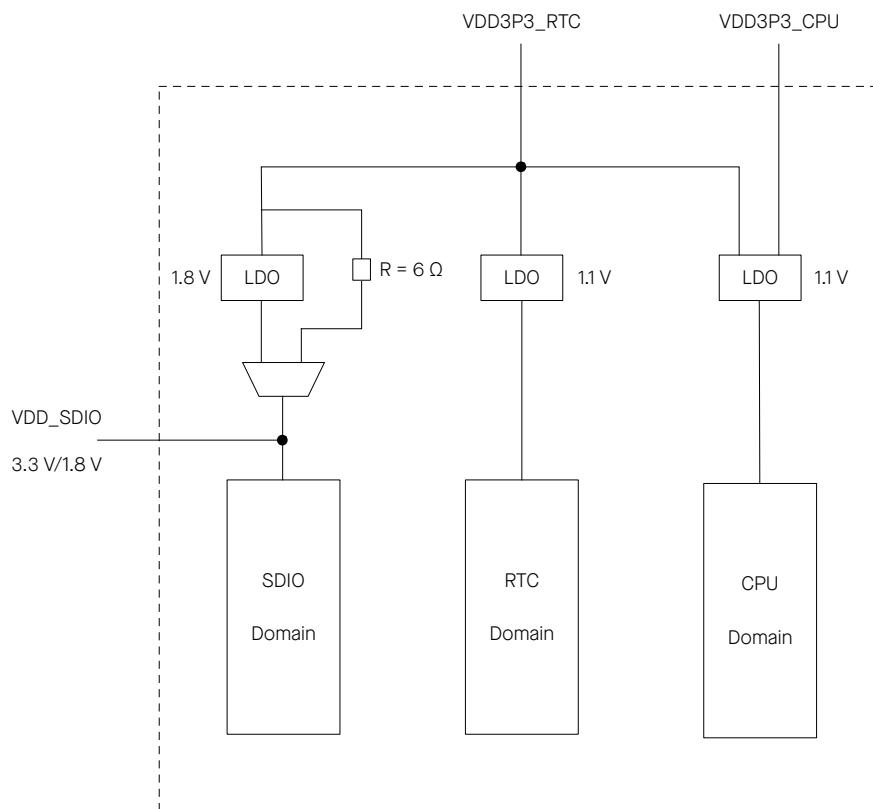

图 2-3. ESP32 电源管理
电源管理如图 2-3 ESP32 电源管理 所示。
1. ESP32-U4WDH 的封装内 flash 以及 ESP32-DOWDR2-V3 的封装内 PSRAM 均运行在 3.3V 电压下, 此时, VDD\_SDIO 会通过  $6\Omega$  的电阻从 VDD3P3\_RTC 取电, 见图 2-3。